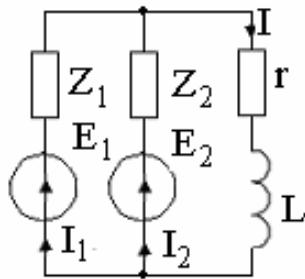

Рис. 67
45. Два генератора, соединенные параллельно (рис. 67), питают приемник, сопротивления которого $r=2,4$ Ом, $x_L=3,2$ Ом, ЭДС генераторов $e_1=400\sqrt{2} \sin(\omega t)$ В, $e_2=400\sqrt{2} \sin(\omega t-15^\circ)$ В, а внутренние активные сопротивления $r_1=r_2=r=0,04$ Ом, реактивные $x_1=x_2=0,2$ Ом. Определить все токи и мощность, отдаваемую каждым генератором. Построить векторную диаграмму.